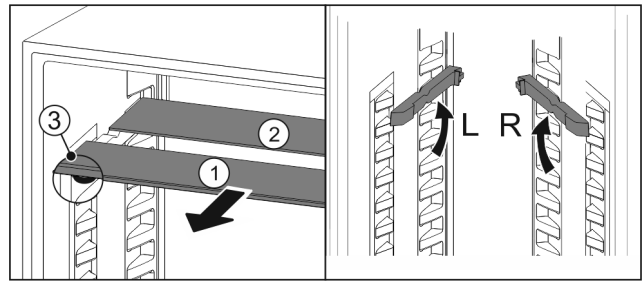

Fig. 156
- ▶ Glasplaten afzonderlijk vanaf de voorkant eruit trekken Fig. 156 (1).
- ▶ Glasplaat Fig. 156 (1) met sierlijst ligt voor.
- ▶ Stops Fig. 156 (3) zijn naar onder gericht.